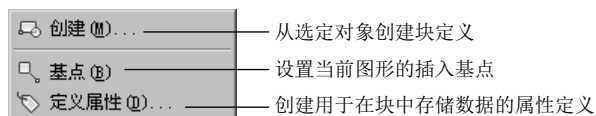

图 10.1.1 下拉菜单
Step1. 选择下拉菜单 **绘图(D)** → **块(K)** → **创建(M)...** 命令，如图 10.1.1 所示，此时系统弹出图 10.1.2 所示的“块定义”对话框。